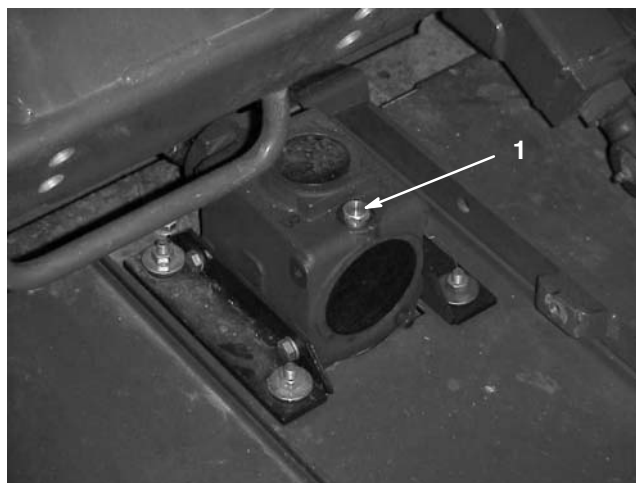

Figure 9
2. Retirez le bouchon de remplissage/jauge en haut du boîtier d'engrenages (Fig. 9) et vérifiez si le niveau de liquide se situe entre les repères sur la jauge. Si le niveau de lubrifiant est bas, faites l'appoint jusqu'à ce qu'il arrive entre les repères.